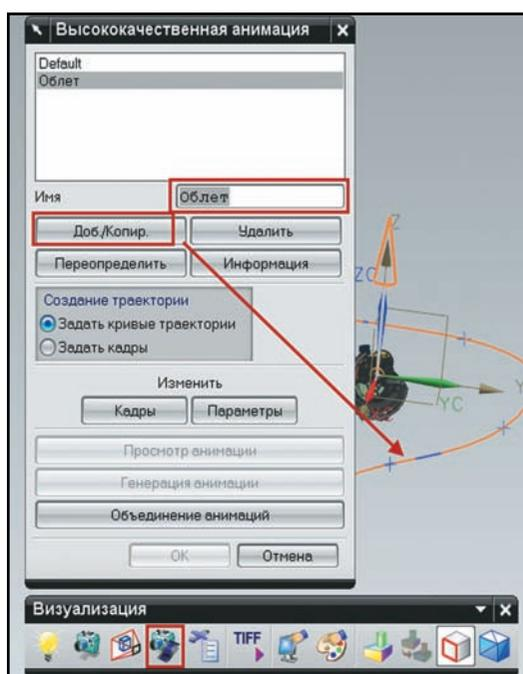

Рисунок 11.33. Добавление траектории движения камеры
- Появится диалог, которому необходимо указать кривые, определяющие траекторию движения. Если бы кривых было несколько, то необходимо было бы указать их последовательно. Но так как в нашем случае траектория представлена в виде одного сплайна, выберите его в графической области и нажмите кнопку **ОК** в диалоге (рис. 11.33).